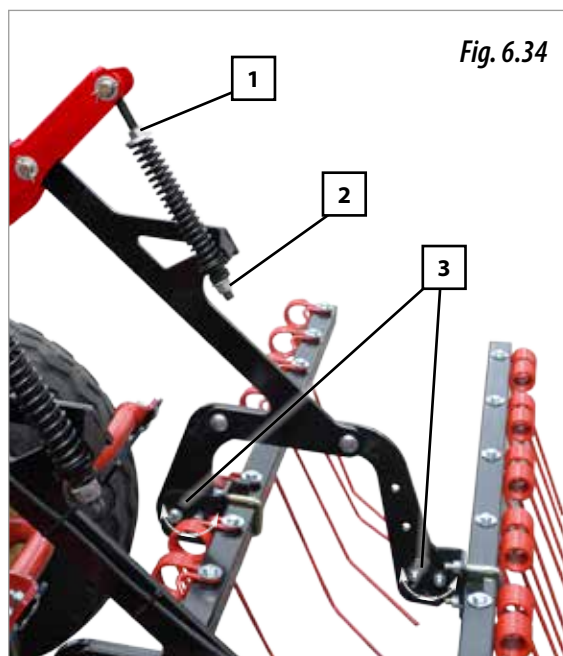

Fig. 6.34
Actuar sobre la tuerca inferior (2, Fig 6.34).
Actuar sobre la tuerca superior del tensor(1, Fig. 6.34).
- 1- Aflojar las tuercas y tornillos (3, Fig. 6.34) que sujetan la barra porta-púas (rastra delantera y/o posterior según la necesidad).
- 3- Fijar la posición de la rastra apretando los tornillos y tuercas (3, Fig. 6.34)